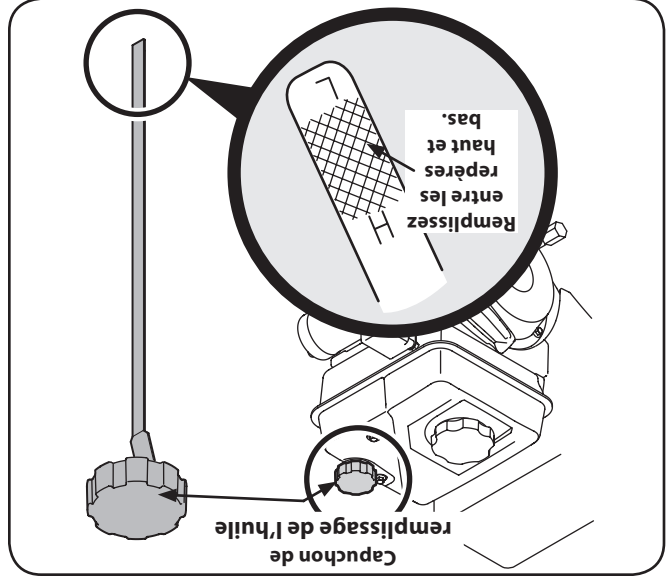

Figure 3-3
- Maintenir le niveau d'huile entre les repères haut (H) et bas (L) de la jauge à huile ou à la limite de débordement dans le cas d'un moteur sans jauge à huile. Voir la Figure 3-3.
1. Enlevez le capuchon de remplissage de l'huile et essayez la jauge à huile. Voir la Fig. 3-3.
3. Enlevez le capuchon de remplissage de l'huile. Si le niveau d'huile est bas, ajoutez lentement de l'huile jusqu'à ce que le niveau d'huile soit entre les repères haut (H) et le bas (L). Voir la Fig. 3-3.